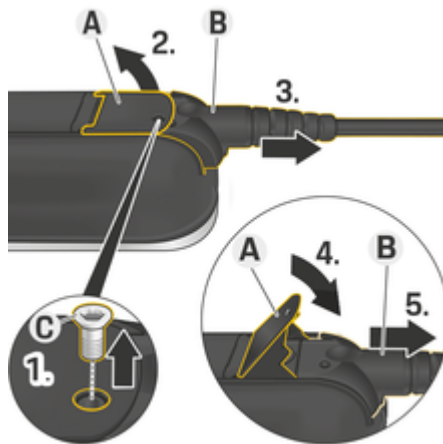

Fig. 29: Débranchement des câbles
1. Retirez la vis **C** (Fig. 29) à l'aide d'un outil adéquat.
2. Levez le levier **A** (Fig. 29).
3. Tirez la fiche **B** (Fig. 29) jusqu'au premier point de résistance.
4. Abaissez le levier **A** (Fig. 29).
5. Débranchez entièrement la fiche **B** (Fig. 29).